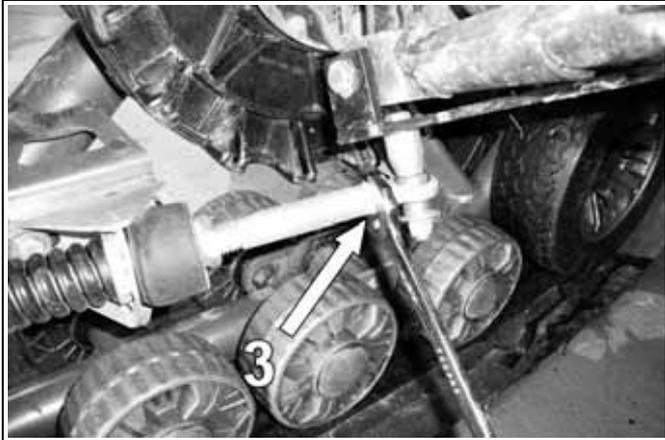

Abbildung 10
*HINWEIS: In einigen seltenen Fällen, wenn Überwurfmutter (1) zum Zusammendrücken der Feder durch Einstellungen das Ende der Gewindestange erreicht hat, verlängern Sie die Stange, indem Sie die Gegenmutter lösen (Teil 3 in Abbildung 10) und die Stange herauserschrauben, um max. 19 mm sichtbares Gewinde zu erhalten. Ziehen Sie die Gegenmutter wieder fest.*